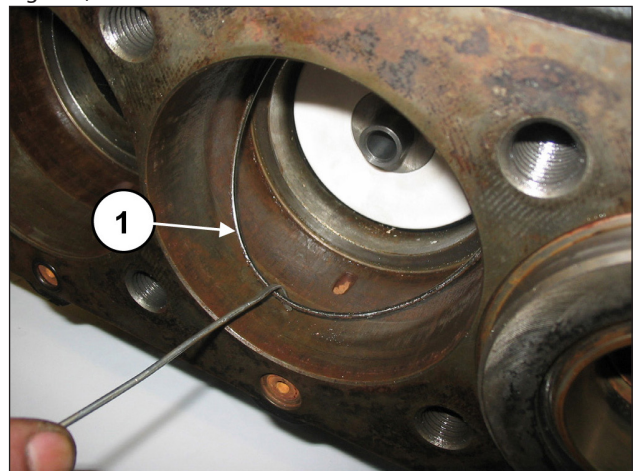

Fig. 115
Dégager le groupe support des joints et l'outil tampon. Déposer le joint torique du fond du support des joints au cas où il serait resté à l'intérieur du carter de pompe (rep. ①, Fig. 115).